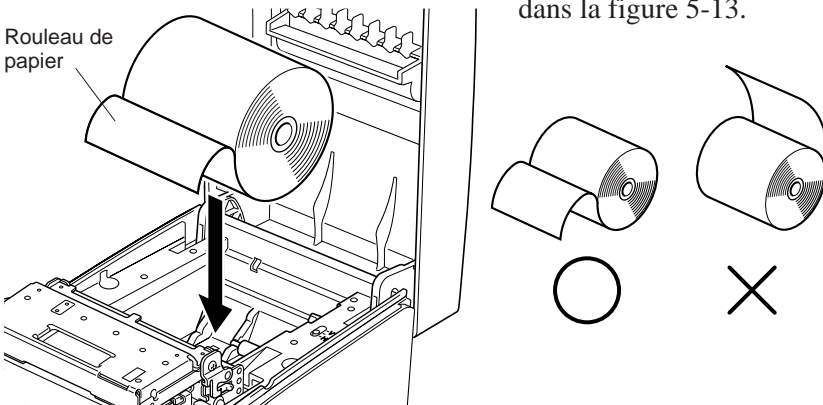

Fig. 5-13 Chargement du papier
- ② Coupez l'extrémité du papier perpendiculairement.
- ③ Vérifiez si l'imprimante est bien sous tension.
- ④ En faisant attention au sens du rouleau, mettez le rouleau de papier en place dans le creux, comme indiqué dans la figure 5-13.